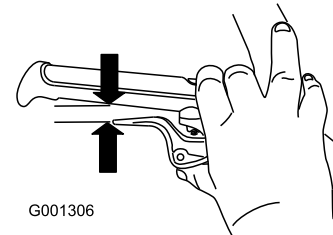

Bild 9
5. Drücken Sie den Griff ganz durch. Prüfen Sie dann den Abstand, der zwischen der Unterseite des Griffs und dem Radkuppungshebelende besteht (Bild 9).